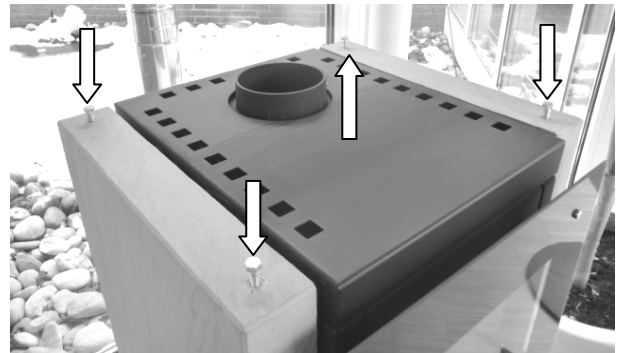

Abb. 11: Eindrehte M8 Schrauben
4. Beigelegte Schrauben M8 in die vier Einsteckmuffen auf der Oberseite der Modulelemente eindrehen (siehe Abb. 11).